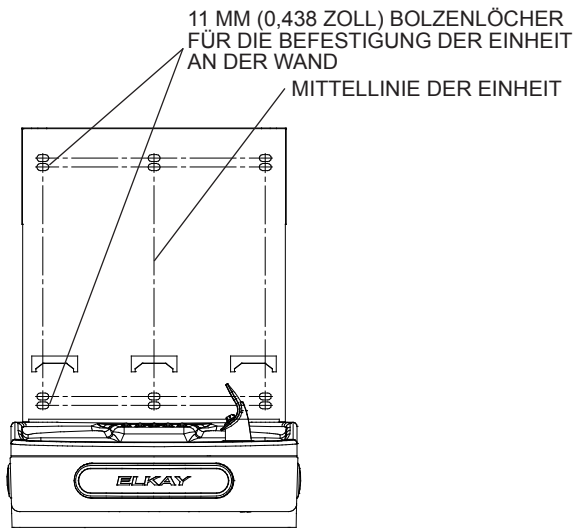

Abb. 4
- 2) Entfernen Sie die Wandmontageplatte vom Flaschenabfüller. Platzieren Sie die Wandhalterung an der Wand über dem Becken. Richten Sie die Wandhalterung mittig am Becken aus, sodass sie an beiden Seiten des Beckens abschließt. Kennzeichnen Sie die sechs (6) Befestigungslöcher mit einem Bleistift (siehe Abb. 4).
- 4) Montieren Sie die Wandmontageplatte mittels der sechs (6) ovalen Befestigungslöcher von 11 mm (7/16 Zoll) (Befestigungsschrauben nicht im Lieferumfang enthalten) (siehe Abb. 4). Verwenden Sie die für Ihre Wandart geeigneten Befestigungsmittel.